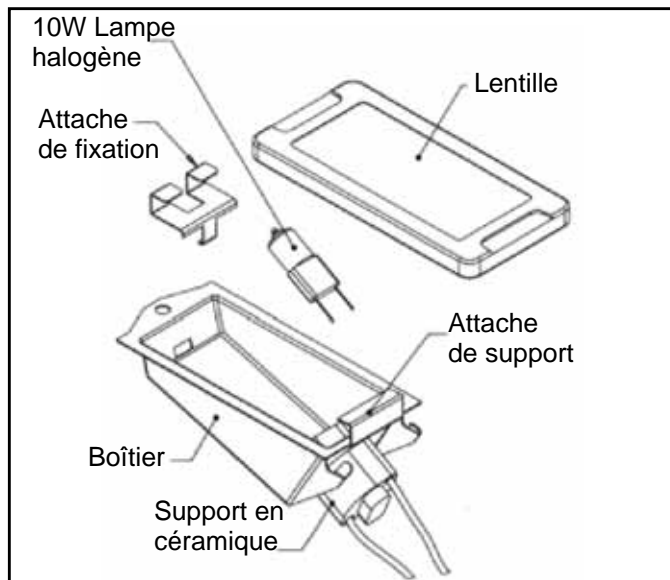

Figure 32 : Assemblage de la lampe du four
3. Insérez la pointe d'un tournevis plat entre l'attache de fixation et le boîtier de la lampe (Figure 32 et 33).